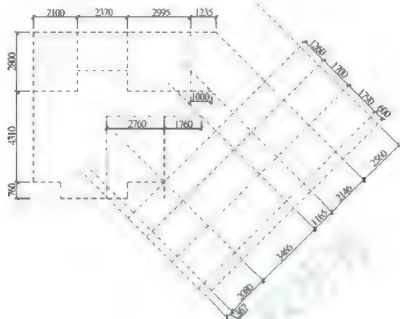

图 7-14
**步骤 12:** 使用偏移工具 $\text{O}$ , 以连接线段为偏移对象进行偏移。偏移得到的线段和偏移距离如图 7-14 所示。